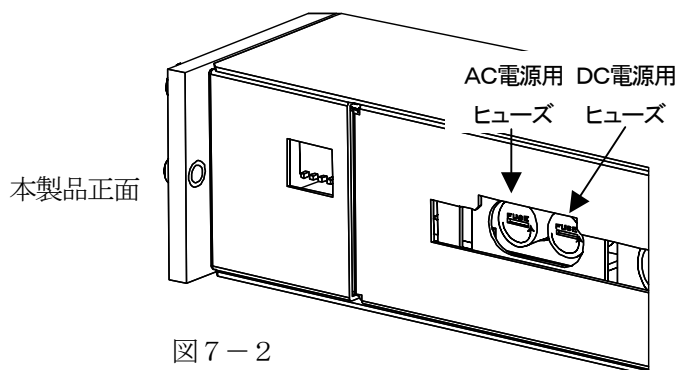

図7-2
2. 図7-2のように、本製品正面を左手方向、底面を手前方向、背面を右手方向に置きます。
7. 図7-2のように、ヒューズホルダが本製品内部に完全に収まっていることを確認してください。また、図7-3のようにヒューズホルダのマイナス部分(ドライバ差込箇所)が本体と平行の位置になっていることを確認してください。